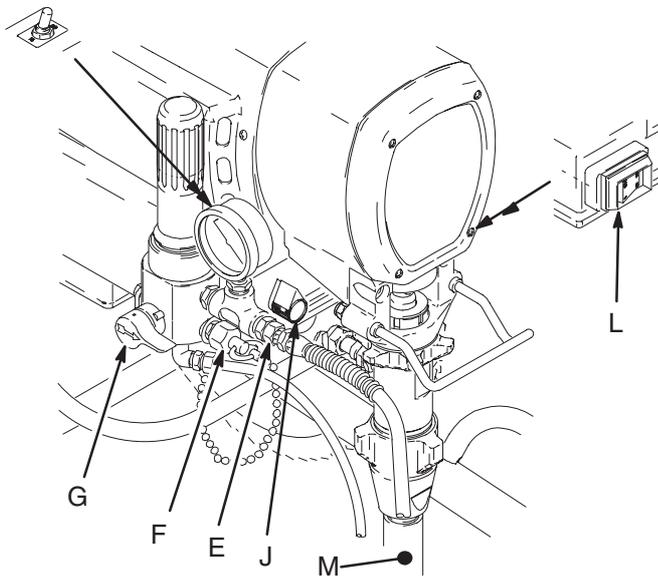

Fig. 4
**NOTA:** Consulte la Fig. 4, excepto cuando se indique lo contrario.
1. Cierre la válvula de drenaje de presión (G).
3. Coloque el tubo de aspiración (M) en el recipiente de pintura.